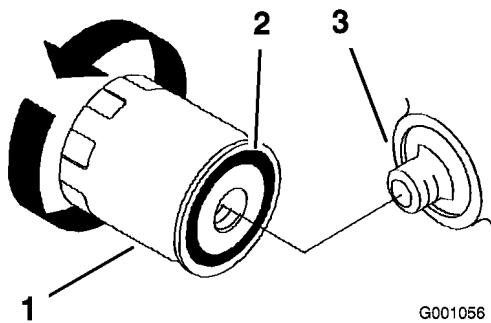

Figura 48
2. Gire el filtro en el sentido contrario a las agujas del reloj para retirarlo (Figura 48 y Figura 48).